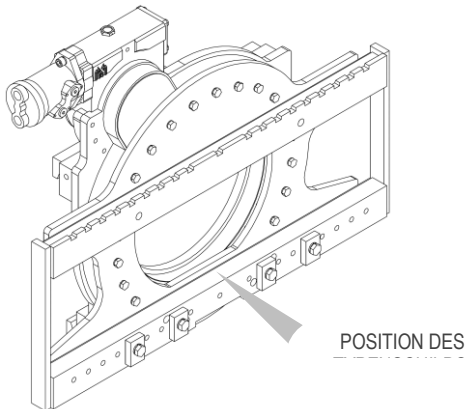
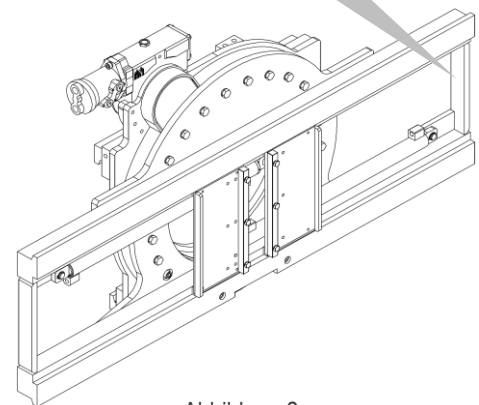
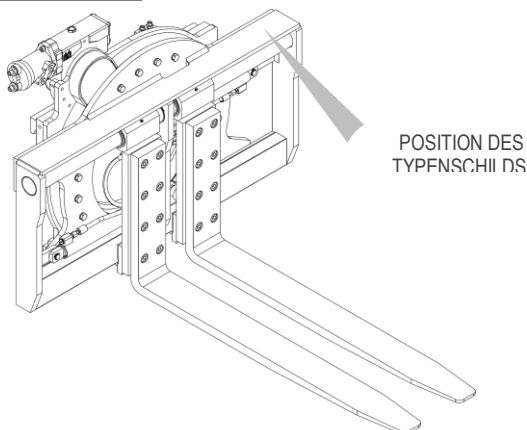

Abbildung 1
Abbildung 2
Abbildung 3
Alle Geräte A.T.I.B. – 360° DREHSCHEIBE TYP 301 haben ein Typenschild aufgeklebt (siehe *Tabelle 1*), anhand dem sie identifiziert werden können (die Position des Typenschildes kann je nach Gerät unterschiedlich sein, siehe *Abbildung 1/Abbildung 2/Abbildung 3* für die in der Regel verwendeten Stellen). Achten Sie immer auf die Seriennummer.
Dafür müssen Riemen/Ketten, welche die auf dem Typenschild angegebene Masse des Geräts tragen können, verwendet werden (siehe *Abbildung 1/Abbildung 2/Abbildung 3* und *Tabelle 1* auf S. 7).
11. Schließen Sie den Hydraulikkreislauf an und prüfen Sie nach, ob der Betriebsdruck auf den Schlauchleitungen höher oder gleich dem auf dem Typenschild angegebenen Druck ist (siehe *Abbildung 1/Abbildung 2/Abbildung 3* und die *Tabelle 1* auf S.7).